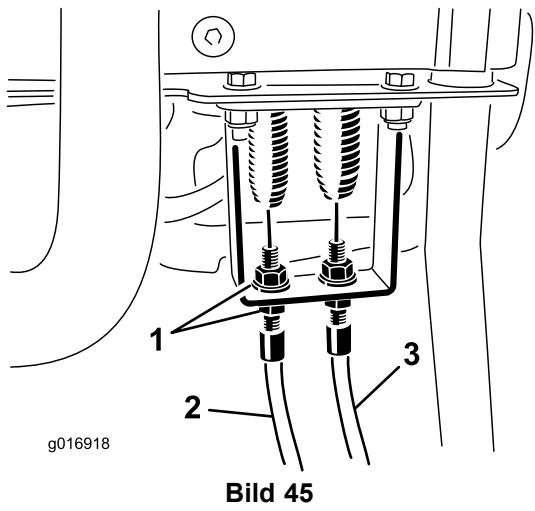
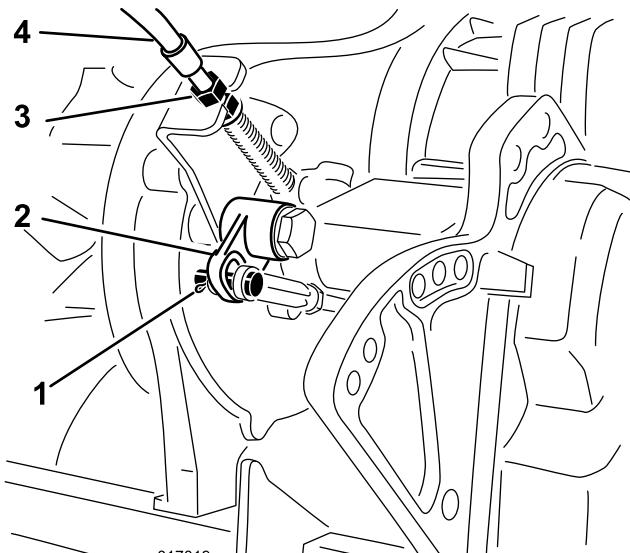

Bild 45
Bild 46
2. Prüfen Sie, ob das Fahrantreibskabel an der Verlängerungsfeder Spiel hat (Bild 45). Stellen Sie die Klemmmuttern am Schott (Bild 46) ein, um das Spiel vom Kabel ohne Verlängern der Feder zu entfernen.
4. Entfernen Sie den Splint und Lastösenbolzen, mit denen der Bolzen der Kipphebelstange am Kipphebelgriff befestigt ist. Nehmen Sie den Bolzen vom Kipphebelgriff ab (Bild 46).
7. Stellen Sie die Kabelklemmmuttern am Getriebeschott (Bild 46) ein, um den Abstand zum Kipphebel zu verkürzen und die vorherige Änderung zu ermöglichen.
8. Stellen Sie das Kabel am Armaturenbrettschott ein und stellen Sie die Klemmmuttern ein, um das Spiel ohne Verlängern der Feder zu entfernen (Bild 45).
3. Lösen Sie den Spindelbowdenzug am Griffschott, bis das Kabel Spiel hat (Bild 45).